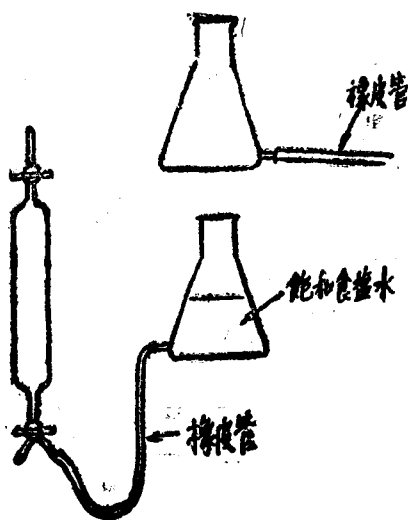

图2 水准瓶以及与取样瓶的连接法
取样手續：取样前必須检查取样瓶是否封閉严密。把取样瓶的旋塞用酒精洗干净，塗上潤滑脂或凡士林，用手輕輕的轉动几下，至旋塞透明无紋，然后用水准瓶(图2)以饱和食盐水①充滿取样瓶（瓶中不許有气泡），关闭取样瓶上通大气的活塞，降低水准瓶，保持五分鐘，如果取样瓶的液面不下降，则表示不漏气；如果液面下降，說明取样瓶漏气，这时可把旋塞再轉动几下，重新試驗，若还是漏气，应把旋塞取下重新洗干净，再塗上潤滑脂或凡士林，插入旋塞孔，輕輕轉动几下旋塞，再按上法試漏，直至完全不漏气为止。